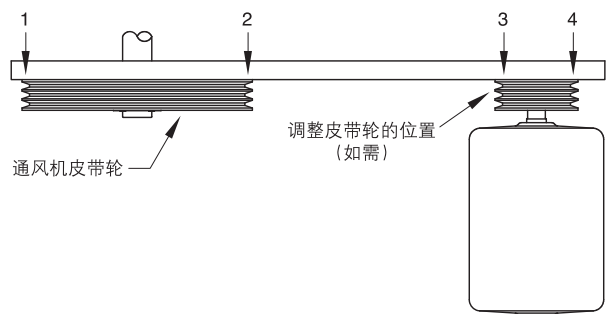

图18 - 皮带轮线形检查
9. 作为最终检查，在皮带轮和皮带轮之间放置直尺，应有四个接触点（见图18）。必要时调整电动机皮带轮的位置，直到达到四点接触。